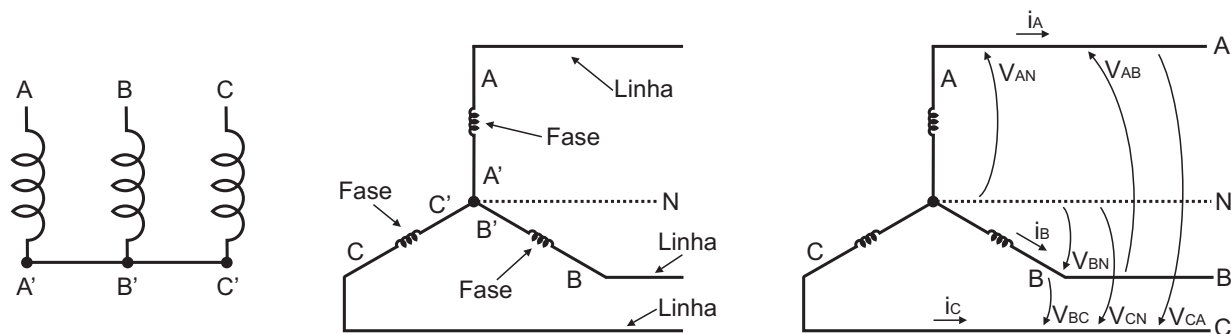

Figura 1.10: *Ligação Estrela (Y)*
A figura 1.10 mostra detalhes da ligação Estrela (Y) em sequência de fase direta (ABC):